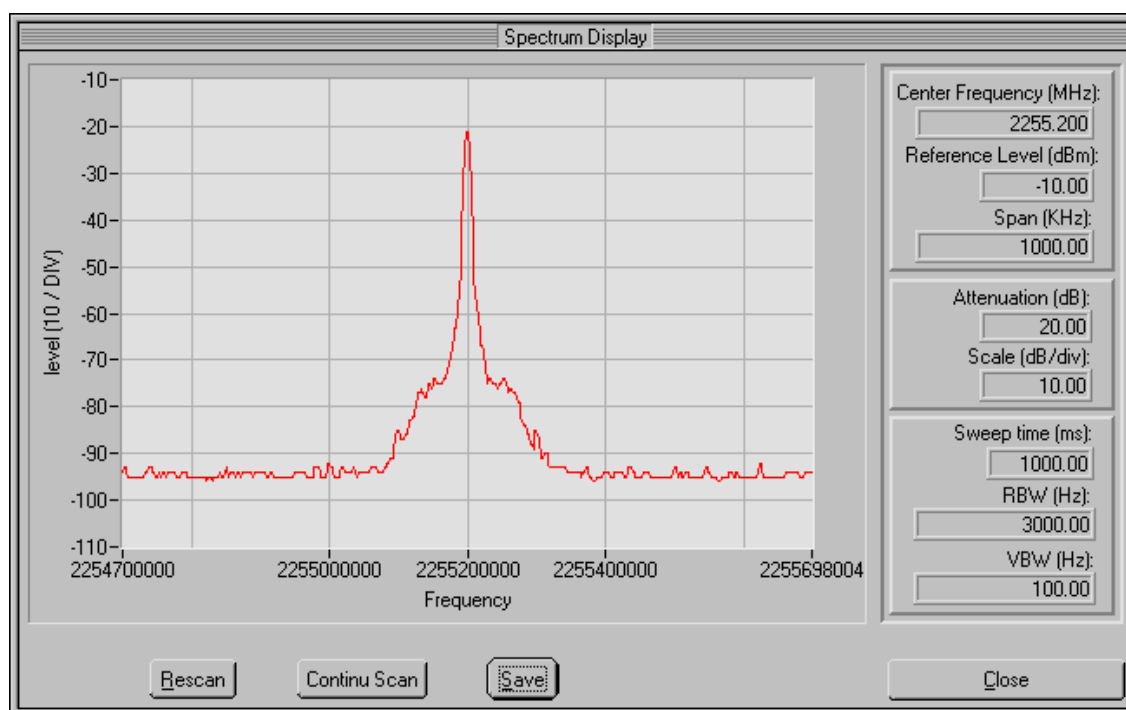

Fig. 37. Espectro da telemetria do transponder EM, portadora pura (CW).
Obtém-se desta forma o espectro na saída do transmissor, considerando a transmissão de uma portadora pura (CW), como mostra a Fig. 37.